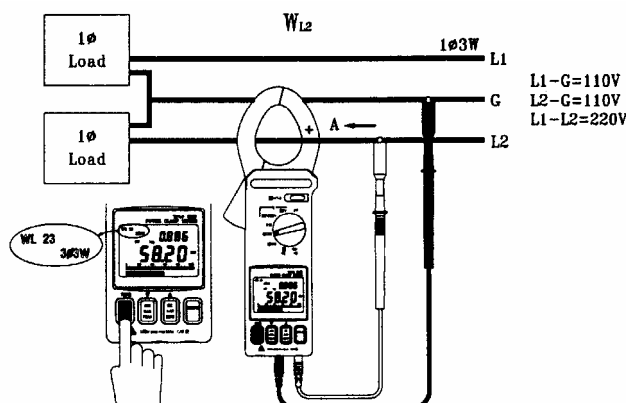

Рис. 12
3. Измерение мощности W_{TS} (или W_{L2G}) (см. рис. 12).